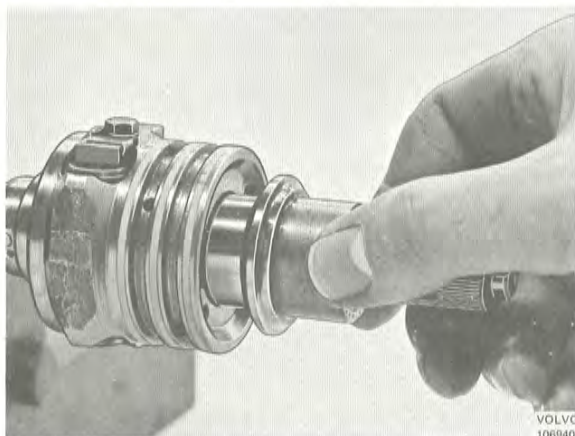

Bild 93. Kontroll av lager
1. Sätt nållager (61) i lagerhylsa (60) och prova på snäckskruvens spindel (bild 93). Hylsan skall gå lätt att vrida utan kännbart spel. Finns spel provas med nållager med grövre nålar. Dessa finns i fyra storlekar med skillnaden $2\text{ }\mu\text{m}$ ($0,002\text{ mm}$), se "Specifikationer". Lagerhylsan finns med utvändig diameter 28,0 och 28,015 mm. För montering av hylsan används verktyg 2481.